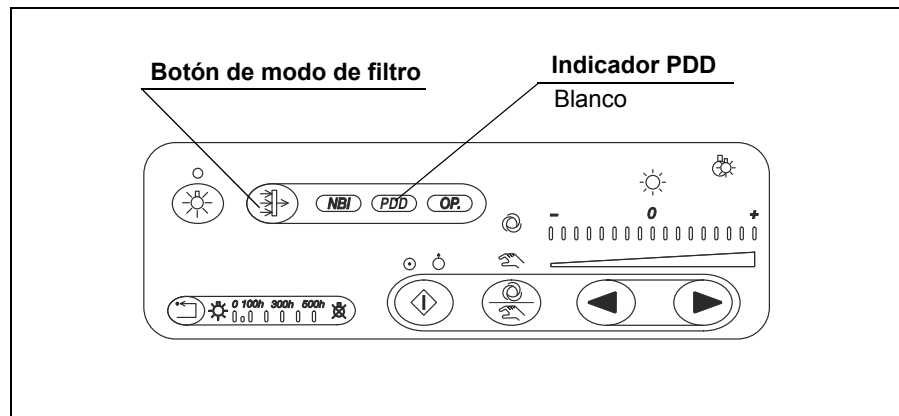

Figura 4.14
3. Pulse el botón de modo de filtro o el interruptor de pedal conectado a la fuente de luz. El indicador "PDD" se ilumina en color blanco (véase la figura 4.14).
4. En la figura 4.14, el modo de observación PDD está activado.